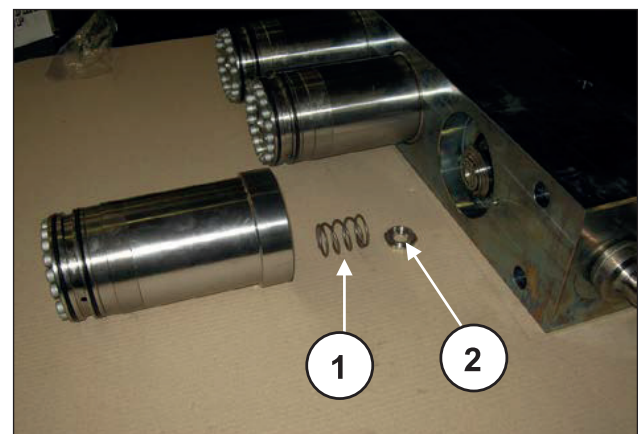

Abb. 175
Achten Sie beim Ausbau der Buchsen darauf, nicht die Ventolfeder und die Flachventile zu verlieren (Pos. ① und ②, Abb. 175) da diese nur bündig eingesetzt sind und herausfallen können.